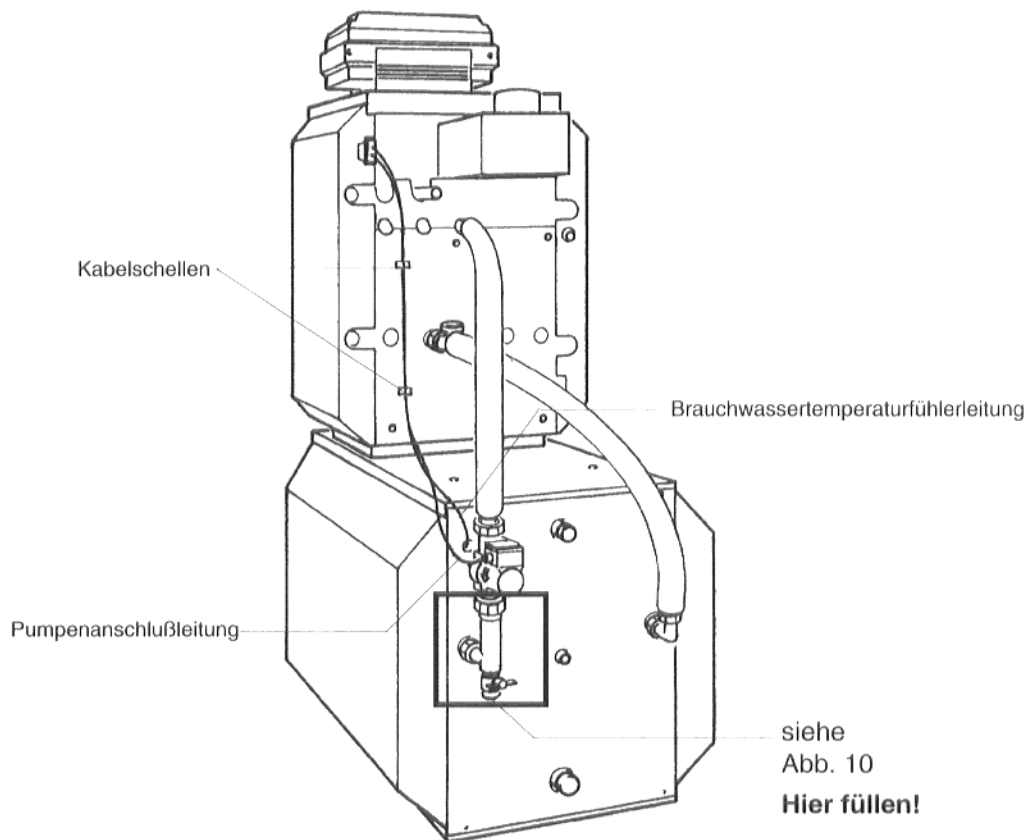

Abb. 9: Rückansicht; fertig montiert
- Brauchwassertemperaturfühlerleitung und Pumpenanschlußleitung sorgfältig verlegen (Montageanweisung Kessel bzw. Speicher; Abb. 9).